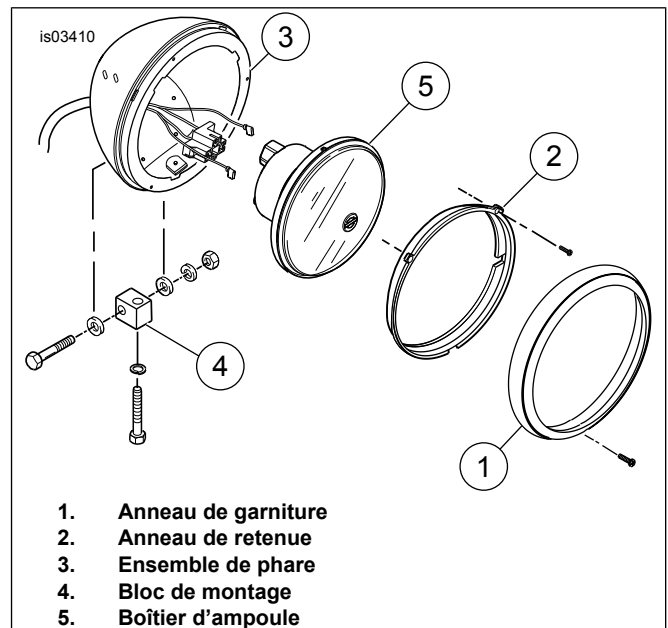
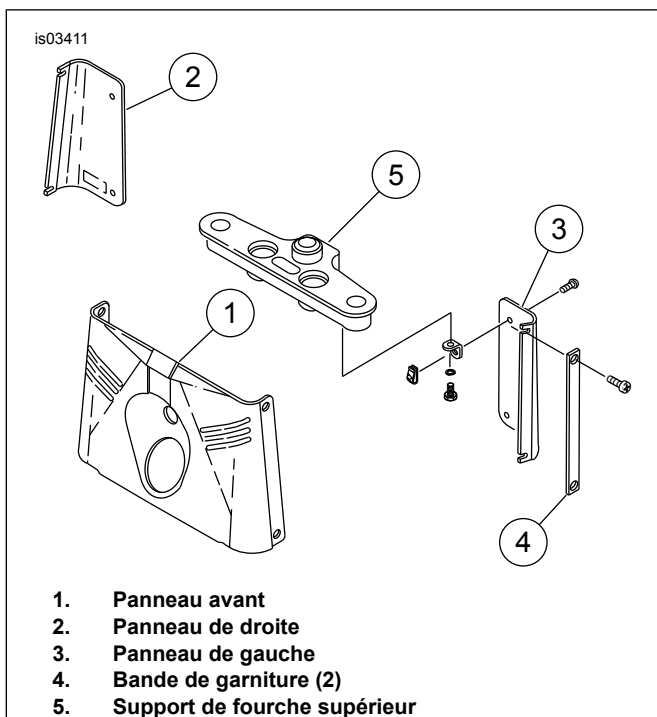

Figure 1. Ensemble de phare
Figure 2. Panneaux de fourche avant
3. Voir Figure 1. Retirer la vis de l'anneau de garniture et l'anneau de garniture (1).
4. Retirer les trois vis d'anneau de retenue et l'anneau de retenue (2) de l'ensemble de phare (3). Retirer l'ampoule du connecteur.
8. Voir Figure 2. Après la dépose du boîtier de phare, retirer les vis qui attachent en position les bandes de garniture (4), les panneaux latéraux arrière (2 et 3) et le panneau avant (1) et retirer les panneaux. Pour retirer les panneaux, retirer avec soin les colliers d'acheminement de conduite de frein du panneau arrière droit. **Ne pas** ouvrir la conduite de frein.
9. Voir Figure 1. Retirer le bloc de montage (4) et la visserie du bloc de montage.